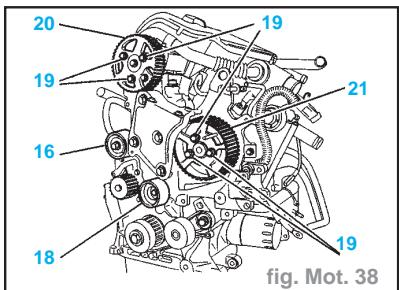
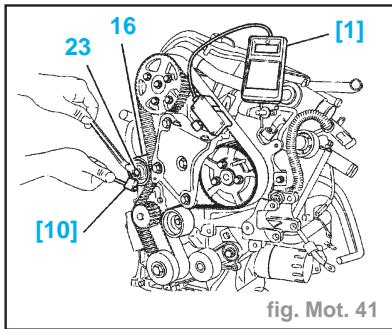

fig. Mot. 38
fig. Mot. 41
**Impératif** : Vérifier que les galets (16) et (18) tournent librement (absence de point dur), vérifier également que ces galets ne sont pas bruyants et/ou qu'ils ne présentent pas de projections de graisse (fig. Mot. 38).
- Mettre en place l'outil [1] **SEEM C. TRONIC type 105.5** (fig. Mot. 41).
- les vis (19) (fig. Mot. 38)
- l'écrou (23) (fig. Mot. 41)
- Serrer les vis (19) à la main puis les desserrer de **1/6** de tour (fig. Mot. 38).
- Mettre en place l'outil [1] (fig. Mot. 41).
- Tourner le galet tendeur (16) dans le sens inverse des aiguilles d'une montre (à l'aide de l'outil [10]).
- Serrer l'écrou (23) à **1,8 daN.m** (sans modifier la position du galet (16)).
- Serrer les vis (19) à **2,3 daN.m** (fig. Mot. 38).